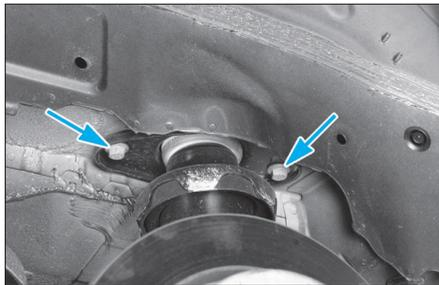

FIG. 23
- Déposer la vis de fixation (1) de l'élément de suspension.
- Décrocher de l'élément de suspension le câble de frein de stationnement (2) ainsi que le câble du capteur de vitesses de roue (ABS) (3).
- tous en maintenant l'élément de suspension les vis (Fig.23).